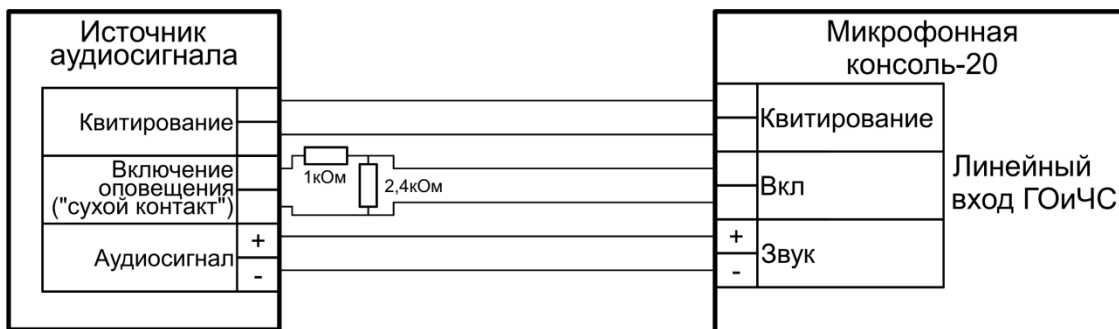

Рисунок 1.4.2. Схема подключения источника сигнала ГОиЧС.
1.4.8.3 Линейный вход ГОиЧС предназначен для приема внешнего сигнала оповещения о чрезвычайных ситуациях, рассчитан на подключение слаботоочного источника звукового сигнала с линейным выходом и предполагает его размещение вблизи консоли. Схема подключения входа приведена далее (Рисунок 1.4.2).
Трансляция оповещения с линейного входа ГОиЧС происходит при появлении сигнала запуска на входе «Вкл.». Сигнал со входа «Звук» начинает передаваться на блоки «Рупор-300», а на выходе «Квитирование» появляется сигнал подтверждения запуска оповещения. Консоль обеспечивает контроль целостности линии сигнала запуска оповещения (вход «Вкл») подключением резисторов в соответствии со схемой (Рисунок 1.4.2). Резисторы должны располагаться максимально близко к контактам источника сигнала. Отклонение номинала резисторов не должно превышать $\pm 10\%$. Использование функций линейного входа ГОиЧС доступно только для консоли, работающей в режиме «Пожарная консоль» (подробнее в пункте 1.4.6).